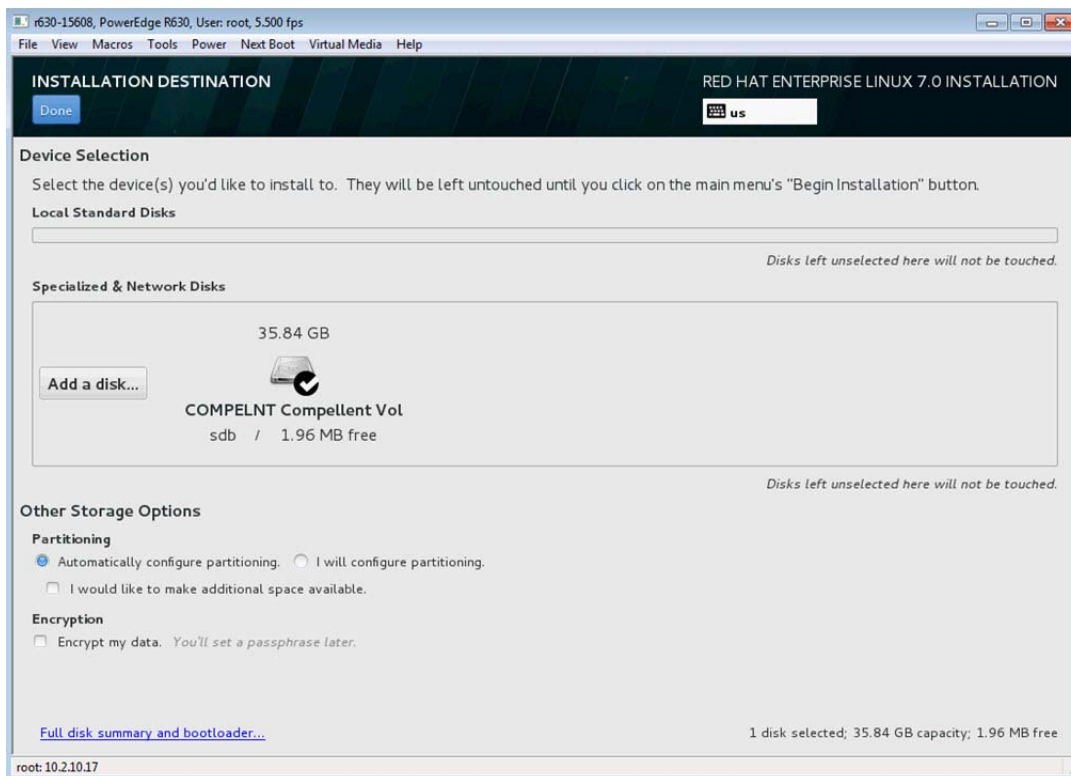

Figura 14-30. Seleção de opções de particionamento
12. Na janela de destino da instalação (Figura 14-30) em **Other Storage Options** (Outras opções de armazenamento), selecione suas opções de **Partitioning** (Particionamento) e clique em **Done** (Concluir).